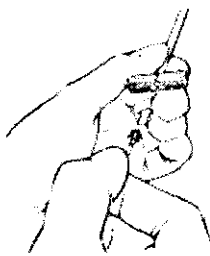

Figura 6. Introducción del electrodo en la funda
**9.** Después de insertar completamente el estilete del electrodo, vaya introduciendo el electrodo endocárdico a través de la funda y de la vena subclavia hasta la vena cava superior (ver Figura 6).